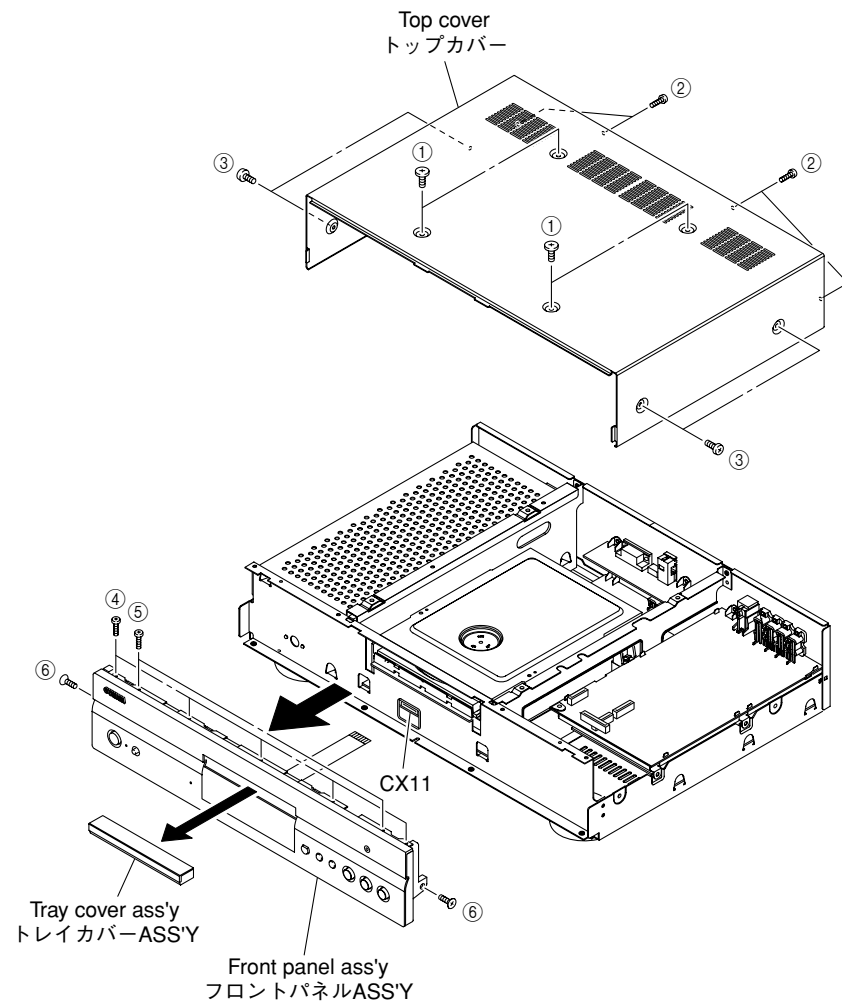

Fig. 1
- a. Remove 4 screws (①), 4 screws (②) and 4 screws (③). (Fig. 1)
- b. Lift up the rear side of the top cover, then remove rearward. (Fig. 1)
- a. ①のネジ4本、②のネジ4本、③のネジ4本を外します。(Fig. 1)
- b. トップカバーの後側を持ち上げ後方へ取り外します。(Fig. 1)
- b. Remove the tray cover ass'y and close the tray. (Fig. 1)
- c. Remove 5 screws (④), 2 screws (⑤) and 2 screws (⑥). (Fig. 1)
- e. Remove the front panel ass'y forward. (Fig. 1)
- f. Remove CX11. (Fig. 1)
- b. トレイカバーASS'Yを外し、トレイを閉じます。(Fig. 1)
- c. ④のネジ5本、⑤のネジ2本、⑥のネジ2本を外します。(Fig. 1)
- e. フロントパネルASS'Yを前方へ取り外します。(Fig. 1)
- f. CX11を外します。(Fig. 1)